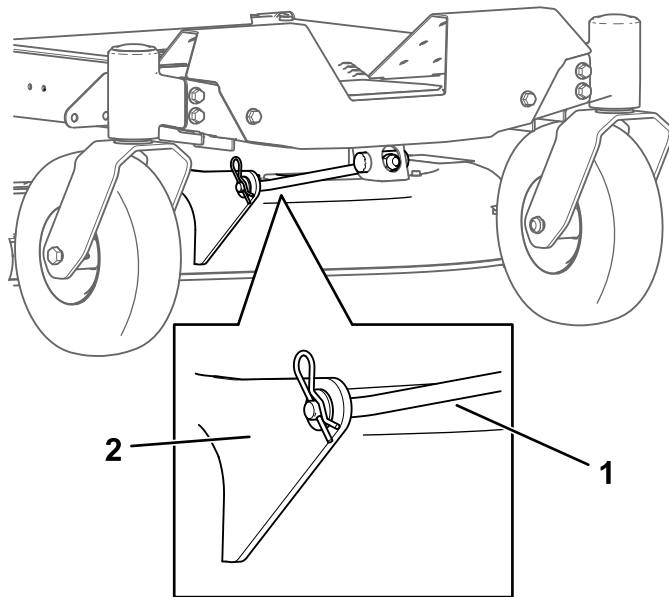

**Figura 65**
1. Gire la tuerca de ajuste de la parte delantera del cortacésped (Figura 65).